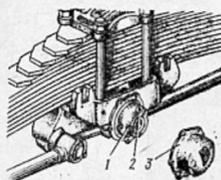

Рис. 136. Крепление балансира:
6. Через одно ТО-2 подтяните гайки крепления балансиров (рис. 136).